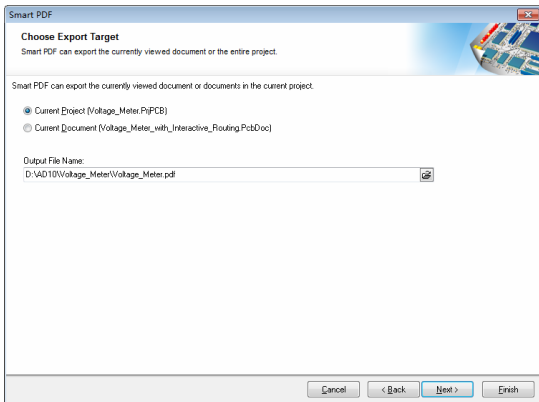

图 16-31 Choose Export Target 界面
(2) 单击 Next 按钮，进入选择输出目标界面，如图 16-31 所示。